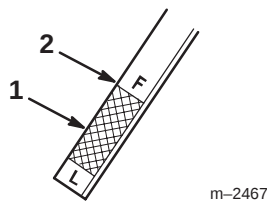

Bild 45
- Schrauben Sie den Ölpeilstab vollständig in das Einfüllrohr (Bild 7). Ziehen Sie den Peilstab wieder heraus und kontrollieren das Metallende. Der Ölstand muss bei einer kalten Antriebsachse im Betriebsbereich liegen, d.h. unter der VOLL-Marke am Peilstab (Bild 45).